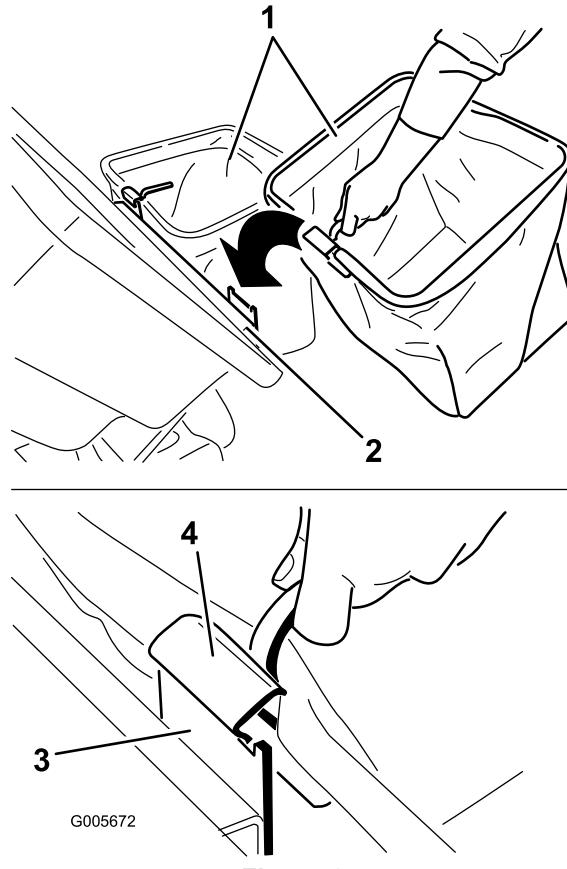

Figura 9
2. Levante la tapa del ensacador e instale las bolsas, colocando el enganche del bastidor de cada bolsa sobre los soportes de retención (Figura 9).